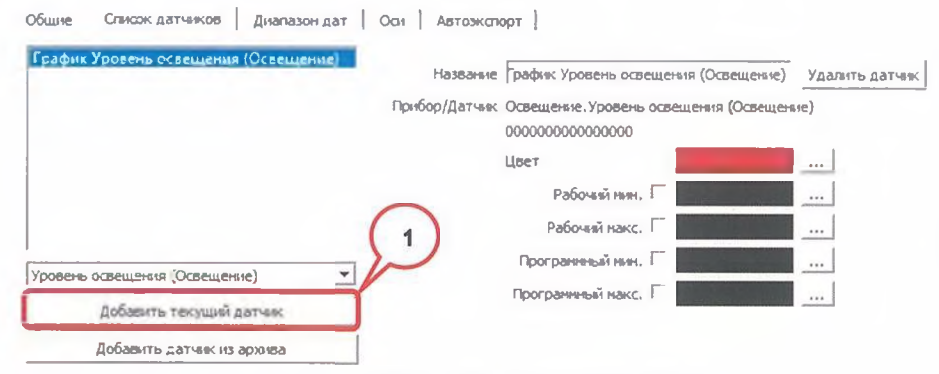

Рисунок 16 – Вкладка «Список датчиков»
**Первый способ:** На вкладке «Список датчиков» (рисунок 16) выделить устройство, которое необходимо добавить на график и нажать на кнопку «Добавить текущий датчик» («1» на рисунке 16).